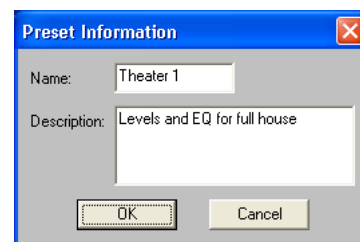

FIGURE 4-3 : Boîte de dialogue « Preset Information »
6. La boîte de dialogue « Preset Information » (Information sur le préréglage) apparaît, comme illustré sur la droite à la figure 4-3.